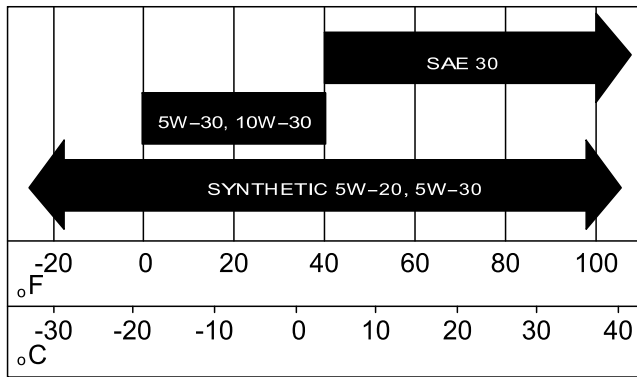

Bild 42
- Füllen Sie das Kurbelgehäuse mit dem Öl der angegebenen Sorte, siehe Bild 42 in Wechseln des Motoröls (Modell 07273 und 07273TC) (Seite 35).